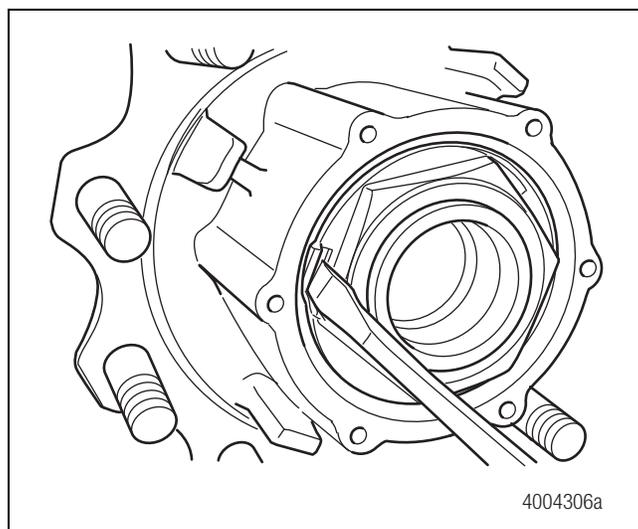

Figura 4.27
6. Use un cincel o destornillador pequeños para hacer palanca la brida de la arandela de retención, separándola del lugar donde se encontraba trabada en las ranuras de la tuerca de la espiga. La brida de la arandela de retención debe estar completamente separada de la brida de la tuerca de la espiga. Figura 4.27.